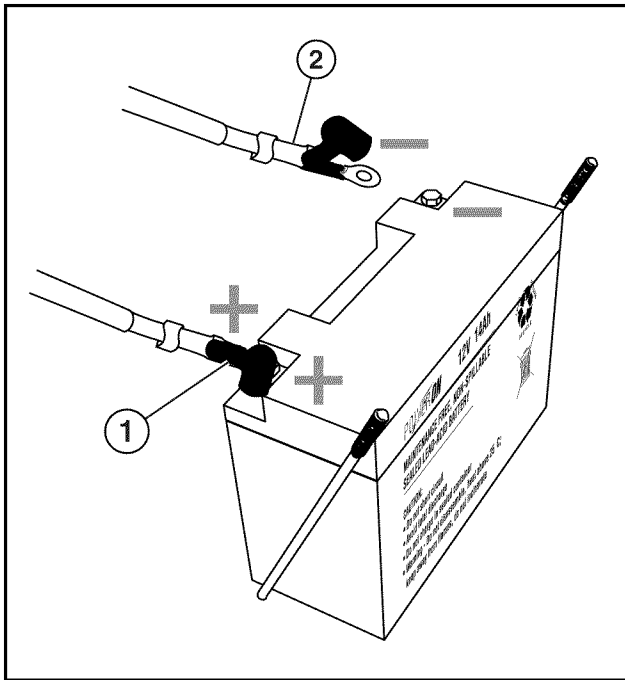

Figura 15 – Conexión del cable (negro) negativo (-) de la batería
4. Tire hacia atrás el capuchón negro y sujete bien el cable negro (-) de la batería (capuchón negro) al terminal negativo (-) de la batería como se indica en la Figura 15. Reponga el capuchón negro para que proteja la lengüeta del cable y el terminal de la batería.